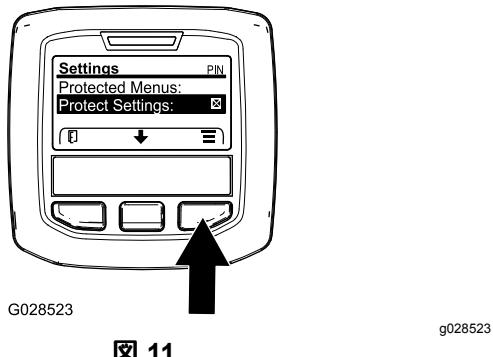

図 11
- MAINメインメニューから中央ボタンで下へスクロールしていくとSETTINGS設定メニューがありますから、ここで右ボタンを押します**図 11**。